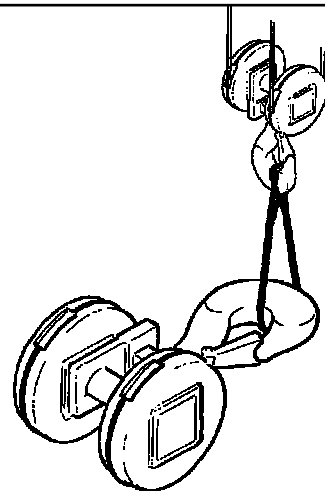

Abb. 33
3. Befreien Sie die Hakenflasche dort, wo sie als eigenes Frachtstück geliefert und nicht schon am Flaschenzug montiert ist, von den Umschnürungen und positionieren Sie sie auf dem Boden. Achten Sie darauf, dass die Hakenflasche mit den geeigneten Mitteln angehoben wird, wenn ihr Gewicht 30 kg überschreitet (ist dies der Fall, wird die Masse an der Hakenflasche angeführt). Verwenden Sie bei der manuellen Handhabung immer den Haken als Greif- bzw. Anschlagpunkt (Abb. 33).